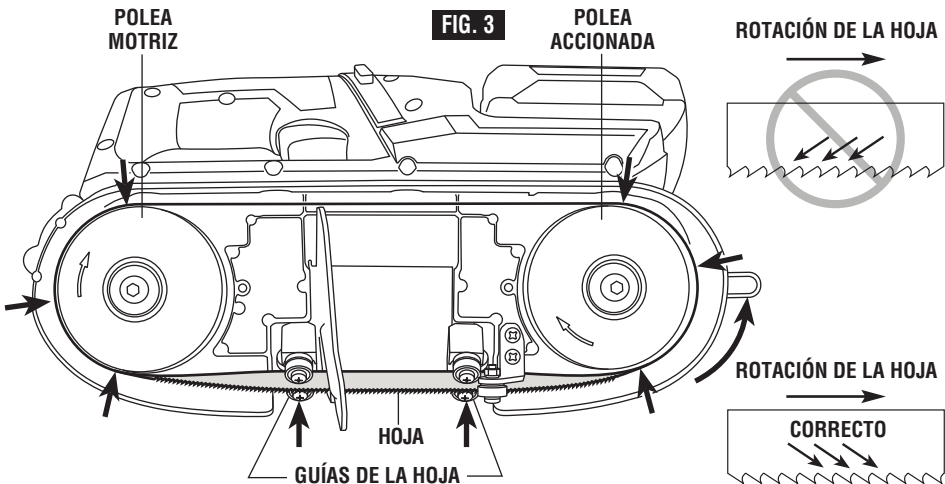

FIG. 3
3. Jale la hoja hasta sacarla de las guías y retire la hoja de las poleas (Fig. 3).
1. Presione firmemente la hoja entre las guías y coloque la hoja alrededor de las poleas. **Nota:** Asegúrese de que los dientes estén orientados hacia fuera (Fig. 3).